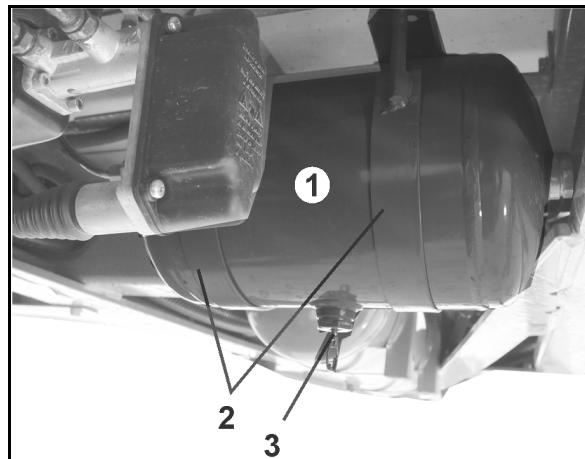

Fig. 144
1. Verificați dacă există deteriorări la manșetele anti-praf, respectiv la burdufuri (Fig. 144/5).